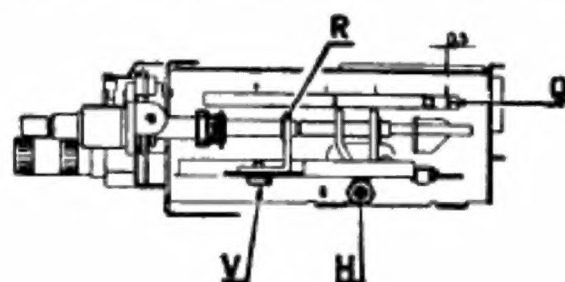

Fig. 3.
REGOLAZIONE VENTOLA. — La regolazione si effettua solamente agendo sulla vite H (fig. 3).
REGOLAZIONE CORSA DEL CARRELLO. — Tale regolazione si effettua sulla vite V (fig. 3).
- 3) Spostare opportunamente avanti o indietro la squadretta R (fig. 3) fino a che la guida posteriore del carrello Q si trovi alla distanza indicata dalla fig. 3.